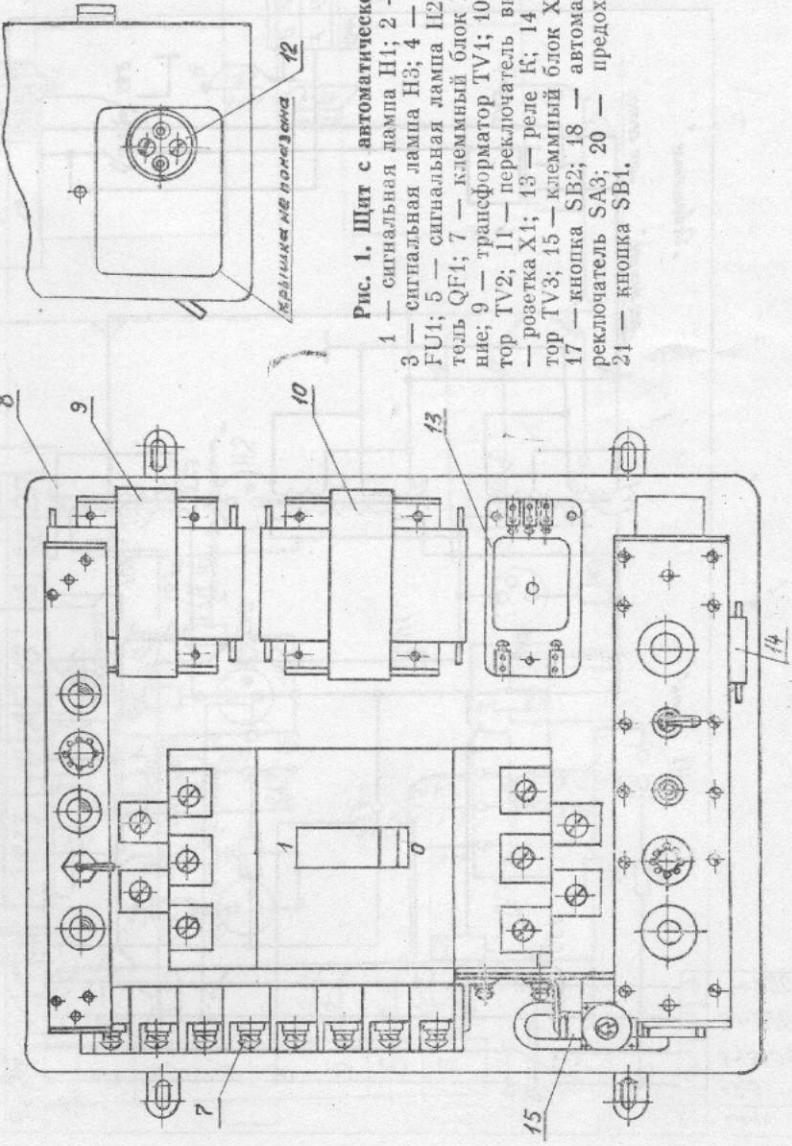

Рис. 1. Щит с автоматической защитой.
4.1. Щит защиты (рис. 1) состоит из:
5.1.1. Устройство изделия, общий вид с габаритными и установочными размерами, электрическая принципиальная схема и схема соединений представлены на рис.: 1, 2, 3. Обозначение электрических элементов приведено в таблице 4, соединение и марка проводов — в таблице 5.
5.1.2. Монтаж основных элементов и приборов щита защиты выполнен на металлическом основании 8. Установленные приборы закрываются кожухом 16 (рис. 1).
6) включить внешний источник, при этом на щите защиты должна загореться лампа 1 «СЕТЬ» (рис. 1);
1) включить тумблер 2 «ТРАНСФОРМАТОРЫ» (рис. 1);
1) переключатель 19 (рис. 1) перевести в положение «ОТ АККУМУЛЯТОРА»;